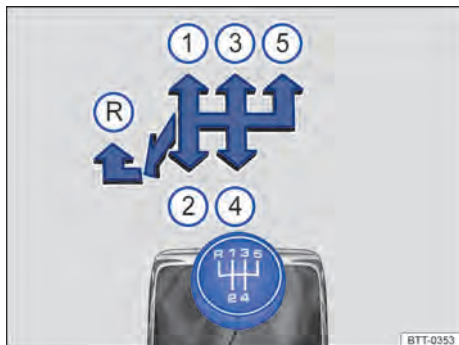

Fig. 81 Esquema de troca de marchas da transmissão manual de 5 marchas.
As posições de cada marcha estão representadas na alavanca de troca de marcha → Fig. 81.
- Empurrar a alavanca de troca de marcha totalmente para a esquerda e depois para frente até a posição da marcha a ré → Fig. 81 (R).